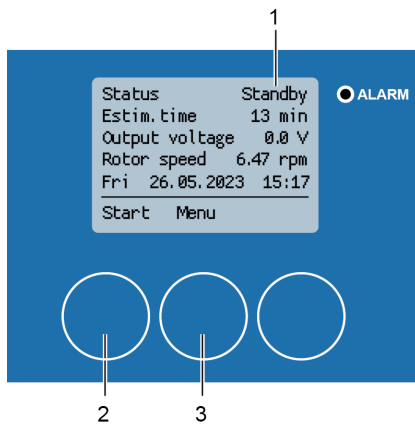

Abbildung 163: Reinigungsprozess Startbildschirm
⇒ Nachdem der Reinigungsschlitten seine Ausgangsposition am Rotorumfang erreicht hat, ist der Reinigungsvorgang abgeschlossen. Die Statusanzeige wechselt zu „Standby“ (Abbildung 163/1).
2. Drücken Sie **[Start]** (Abbildung 163/2), um den Reinigungsvorgang erneut zu starten, oder **[Menü]** (Abbildung 163/3), um das Menü "1 Hauptmenü" zu öffnen.